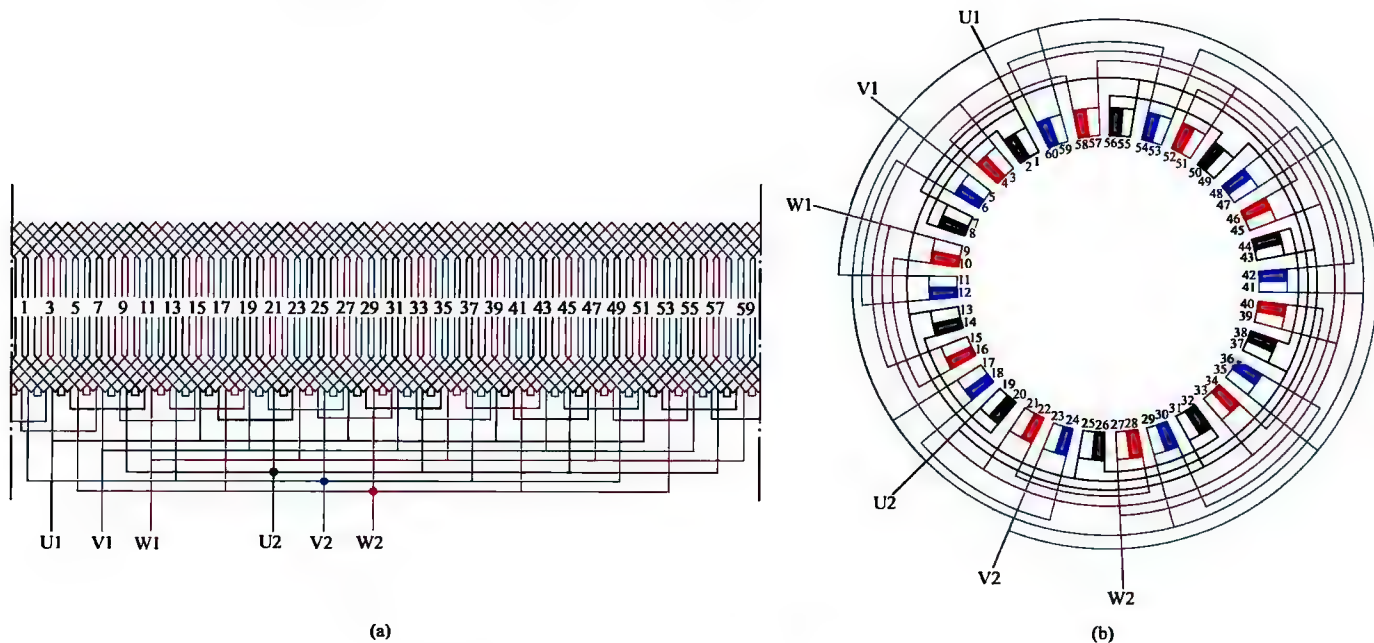

图 1-98 三相 10 极 60 槽双层叠绕组 5 路接法
98. 三相 10 极 60 槽双层叠绕组 5 路接法展开图与接线圆图 (见图 1-98)